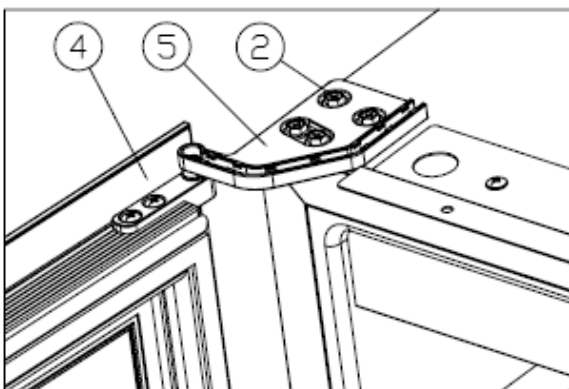

Figure 6
Gire la puerta (4) 180 grados e inserte la bisagra inferior derecha (5), atornille los tornillos M5*16 (2). [Figure 6]